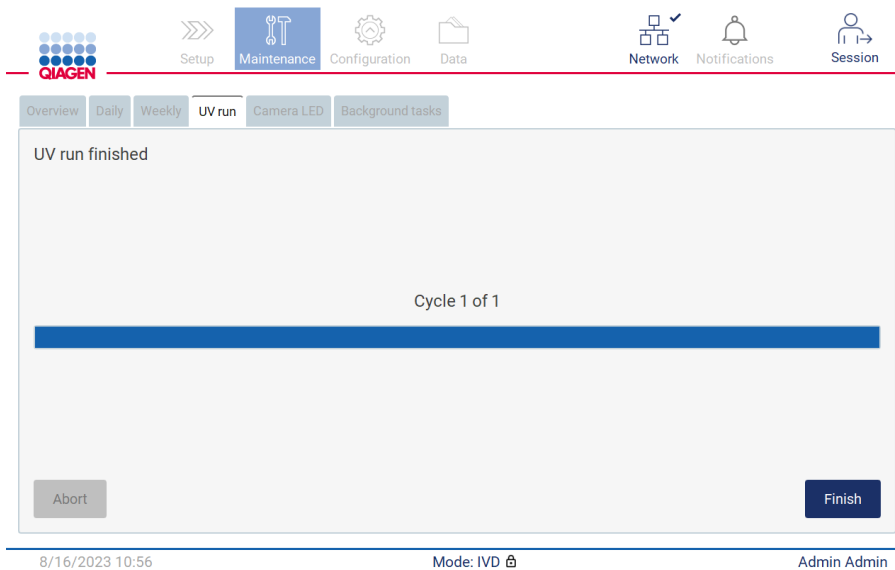

Figure 186. Écran UV run finished (Cycle d'UV terminé).
7. Un message (voir la Figure 186 ci-dessous) s'affiche après l'exécution du cycle d'UV. Appuyer sur **Finish** (Terminer) pour terminer le cycle d'UV.